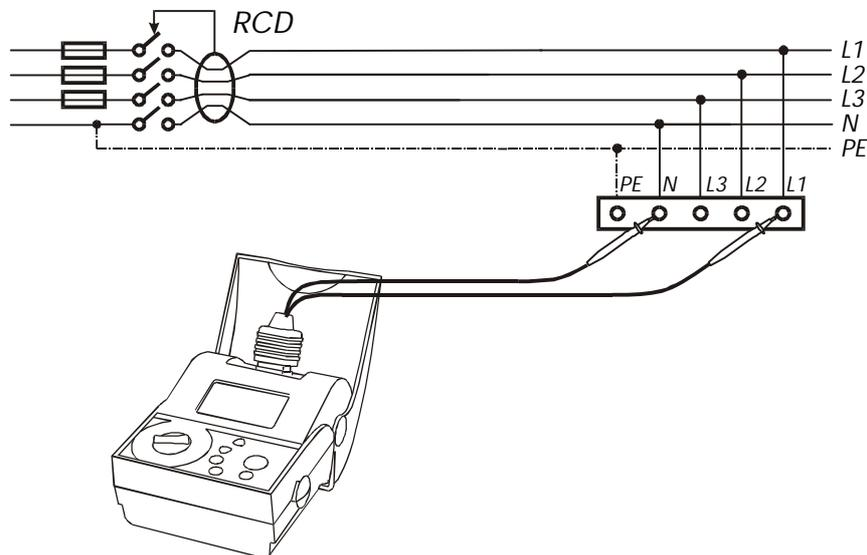

Bild 5. Verbinden Sie das Gerät mit der zu prüfenden Installation
- Verbinden Sie das Instrument wie in Bild 5 skizziert mit der elektrischen Installation.